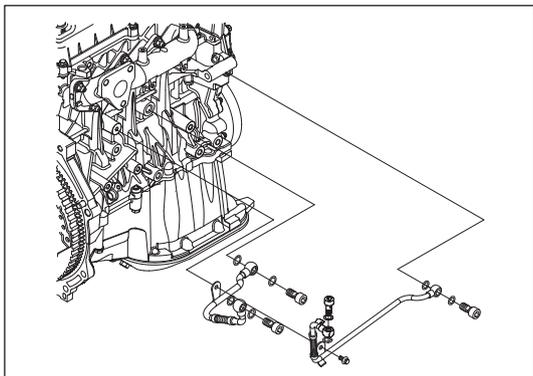

Рис. 7-2-9. Крепление подводящей трубки ОЖ и подводящей масляной трубки турбонагнетателя
- (7) Установить подводящую трубку ОЖ и подводящую масляную трубку турбонагнетателя на корпус блока цилиндров и закрепить с помощью одного фланцевого болта, как показано на рис. 7-2-9.